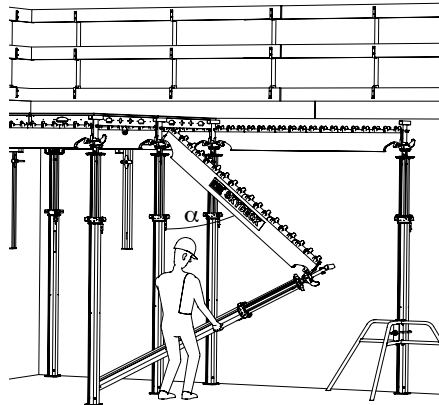

Fig. A4.12
1. Colocar a Viga Principal SLT 225 (2) no cabeçal de caída.
2. Ligar o prumo com o cabeçal de caída à viga principal (Fig. A4.12)